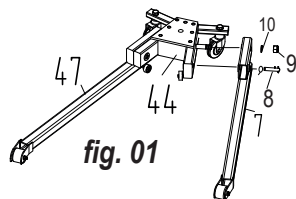

fig. 01
- Reportez-vous à la figure 01 : Fixer le pied gauche n° 7 à la base n° 44 au moyen de la goupille de montage. Engagez la vis avec la rondelle n° 10 dans l'écrou n° 9. Introduisez la goupille n° 8 à travers les pièces n° 7 et n° 44 jusqu'en butée. Tourner la goupille 8 à 180° et verrouiller la. Procéder pareillement pour le pied droit n° 47.